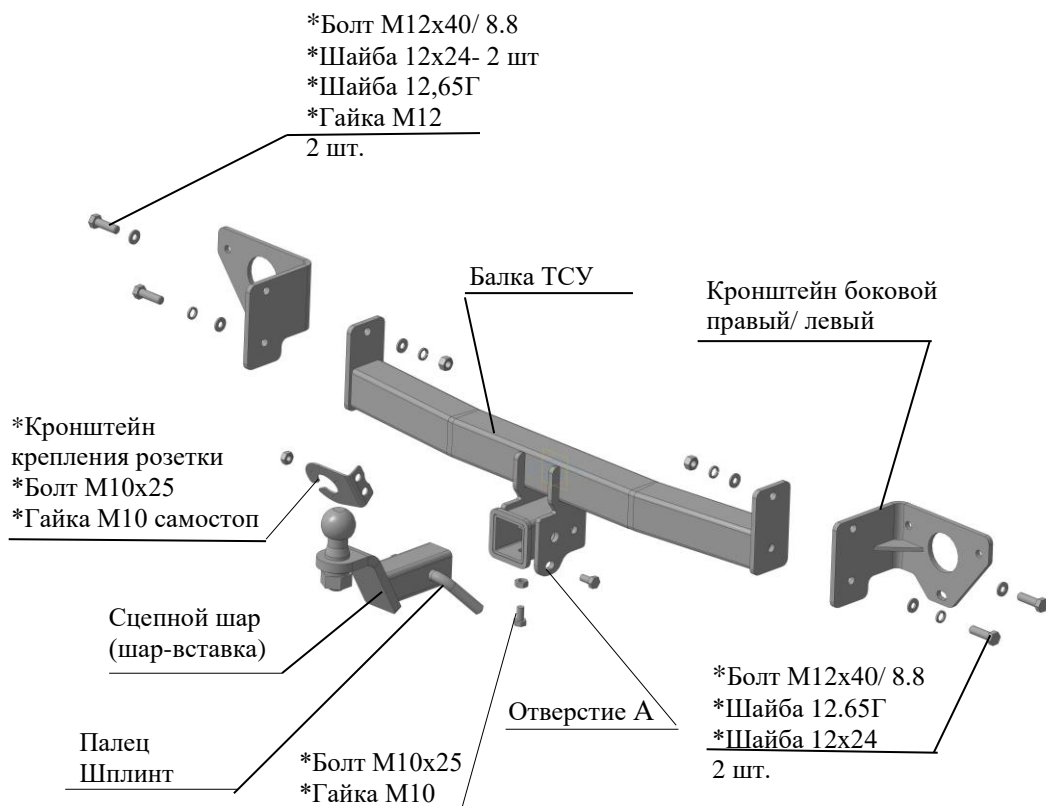

Рис.1 Тягово-сцепное устройство ТСУ 7930.
2.1 ТСУ 7930 в сборе (рис.1)	1 шт.
2.2 Пакет с комплектующими (см. рис.1)+защитный колпак	1 шт+1 шт.
- 4.5 Установить балку между боковых кронштейнов, закрепить крепежом соответственно рис.1. Крепеж не затягивать.